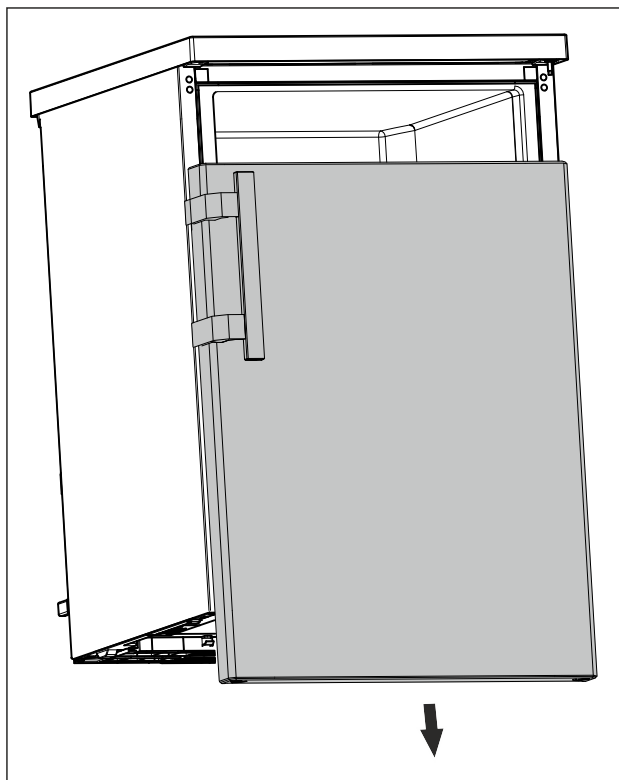

Fig. 13
- ▶ Zdjąć drzwi w dół. (patrz Fig. 13)